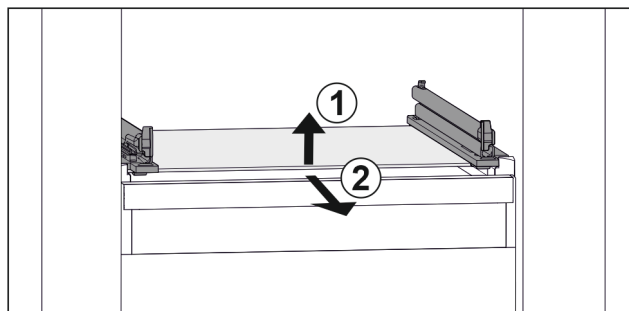

Fig. 137 Reprezentare exemplificativă a plăcii de sticlă
- ▶ Ridicați placa de sticlă din față. Fig. 137 (1)
- ▶ Extrageți placa de sticlă spre înainte. Fig. 137 (2)